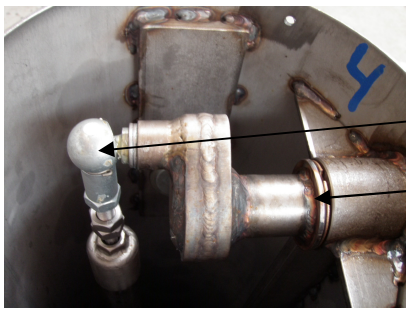

Bild 3:
- halbjährlich die Gleitlagerbuchsen der Bremsbügel warten. Sie befinden sich außen und unter den Säulenabdeckungen. Dazu die Säulenabdeckungen (siehe Bild 3 unten) entfernen. Die Gleitlagerbuchsen innen und außen mit ein paar Tropfen Öl schmieren.